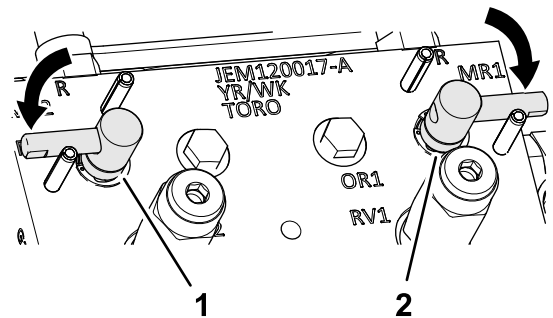

Figura 153
3. Mueva la palanca de autoafilado a la posición F (siega) (Figura 153).